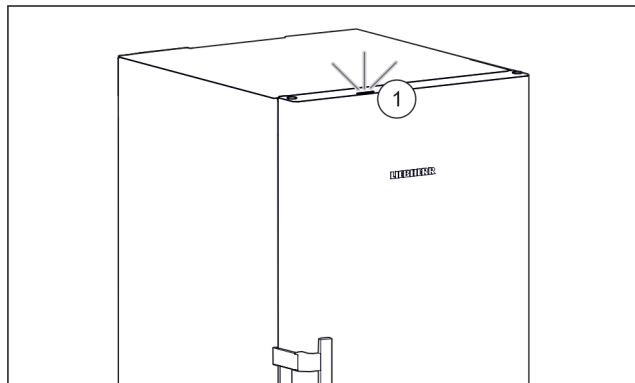

Fig. 51 Lumină de stare activă cu ușa închisă
- ▷ Lumina de stare Fig. 51 (1) este activată.